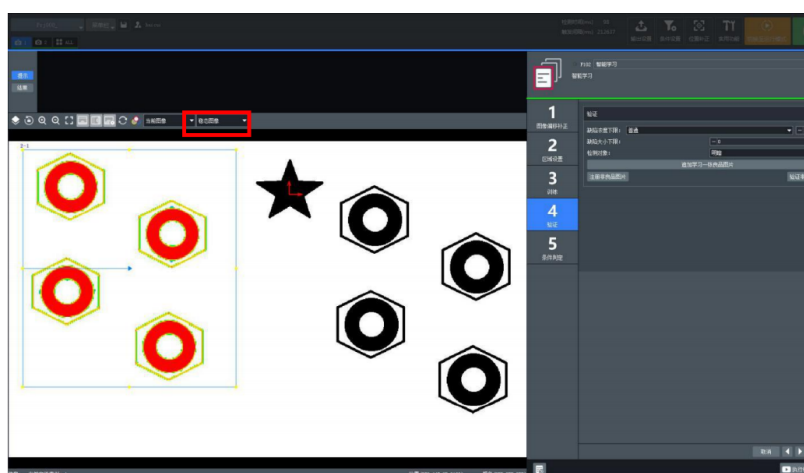

图 1-6 验证学习结果
5. 验证学习结果。自动切换到“稳态图”，可查看缺陷部分【缺陷浓度高于下限值且缺陷大小高于 下限值的部分】，可以注册非良品图片对良品训练的结果进行反向验证，根据验证结果调整参数或者追加良品图片更改良品训练结果，使检测结果更符合预期，如图 1-6 所示。